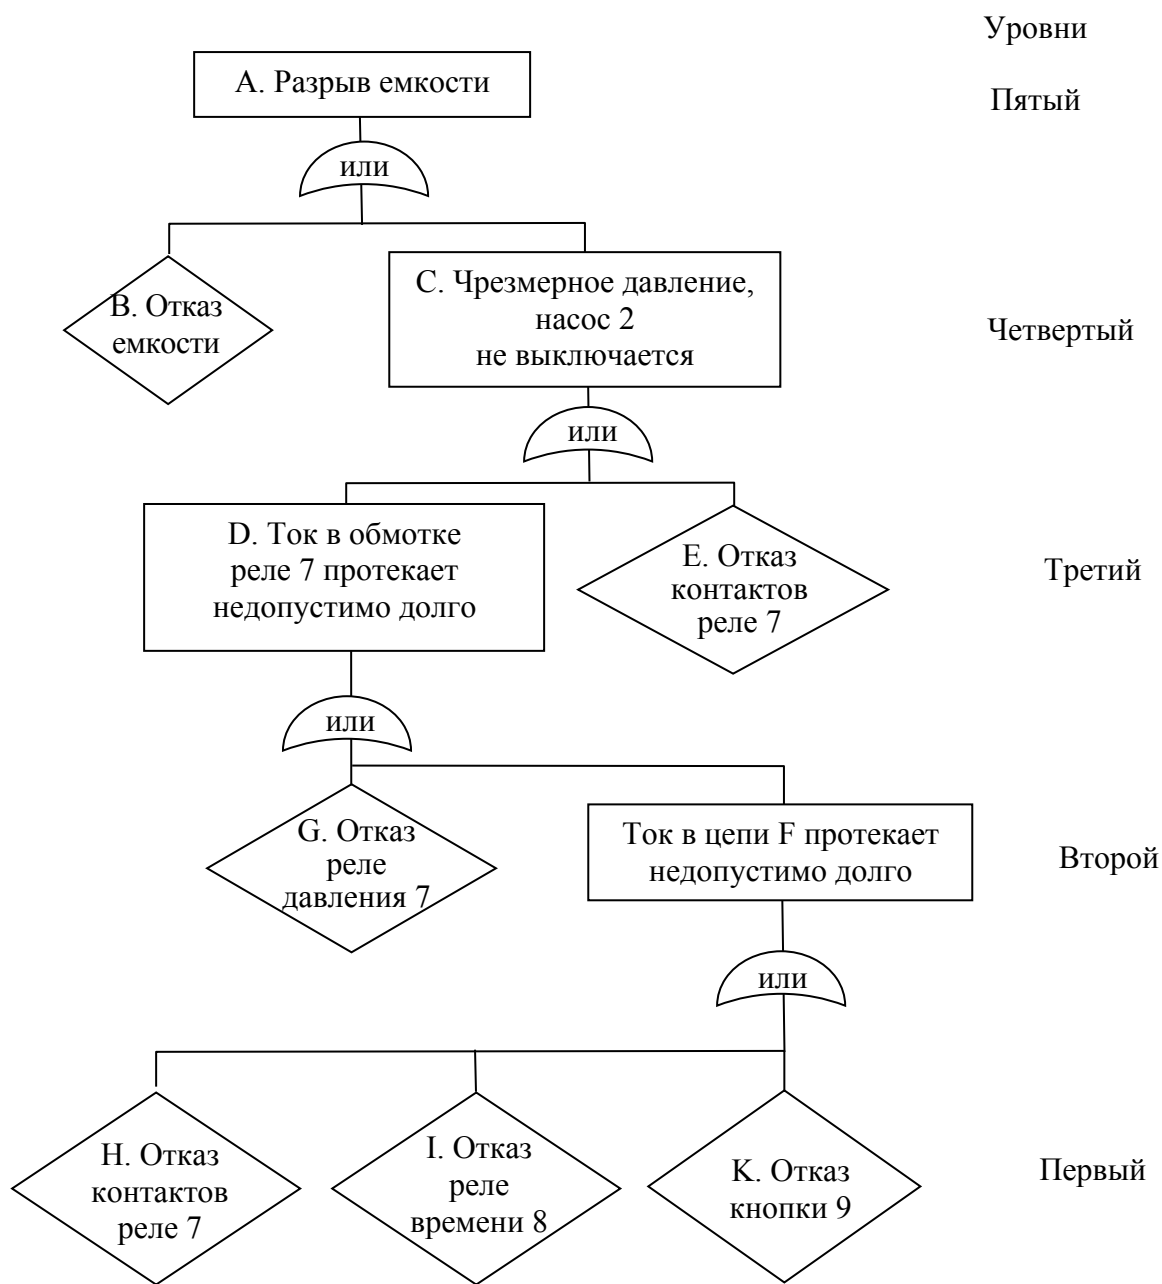

Рис. 2. Дерево отказов «Разрыв емкости»
2. Используя данные табл. 2, табл. 3, дерево отказов для аварии «разрыв емкости» (рис. 2), рассчитаем вероятность головного события А, определим критичность события А, для двух контрмер подсчитаем новое значение критичности и по критерию затраты/прибыль сопоставим эти контрмеры.